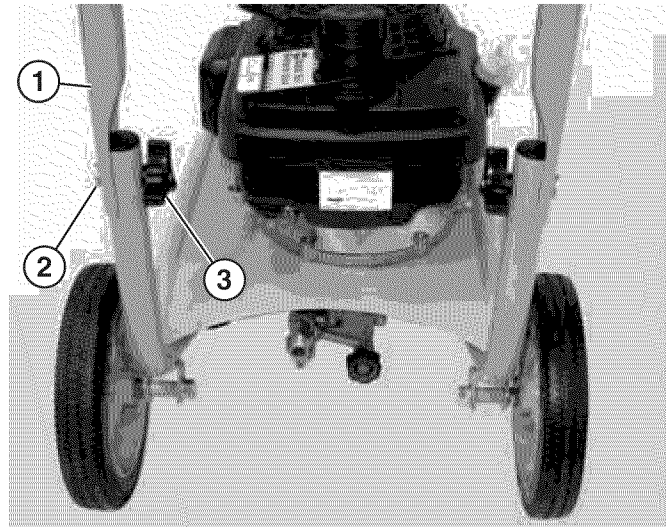

Figura 9 – Instalación de la manija superior
8. Instale la manija superior en la estructura utilizando los pernos y perillas de la manija (ver Figura 9).